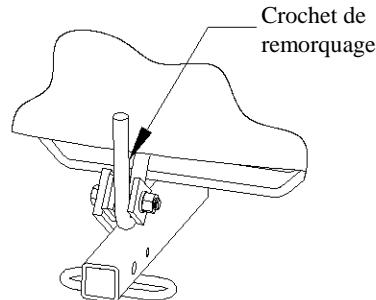

Figure 2
3. Fixer l'attelage au crochet de remorquage comme illustré à la figure 1. Orienter les espaces par rapport au crochet de remorquage comme illustré aux figures 2 et 3.